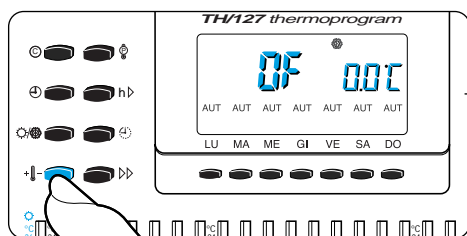

Fig. 35
12.1 - Premere il pulsante **+|** (fig. 35).